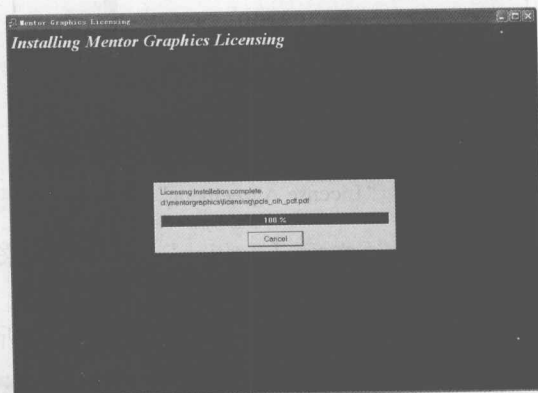

图 1-8 安装 License 文件进度显示窗口
(8) 单击“Next”按钮, 弹出如图 1-8 所示的安装进度显示窗口。